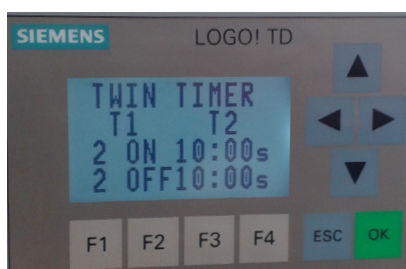

Figura 1
- Las 2 fotocélulas detectan (figura 1).